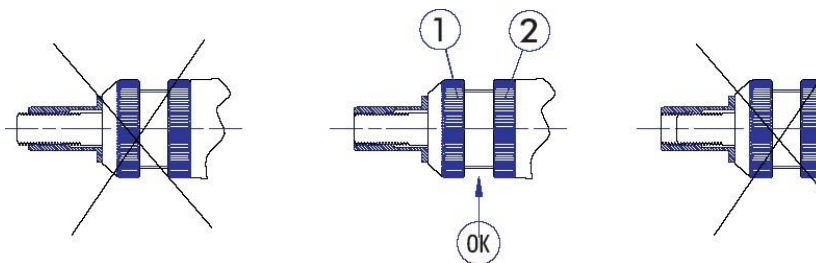

Рис.1
2. Перед началом установки резьбовой заклепки следует отрегулировать правильный вылет резьбового штока (смотри Рис.1)